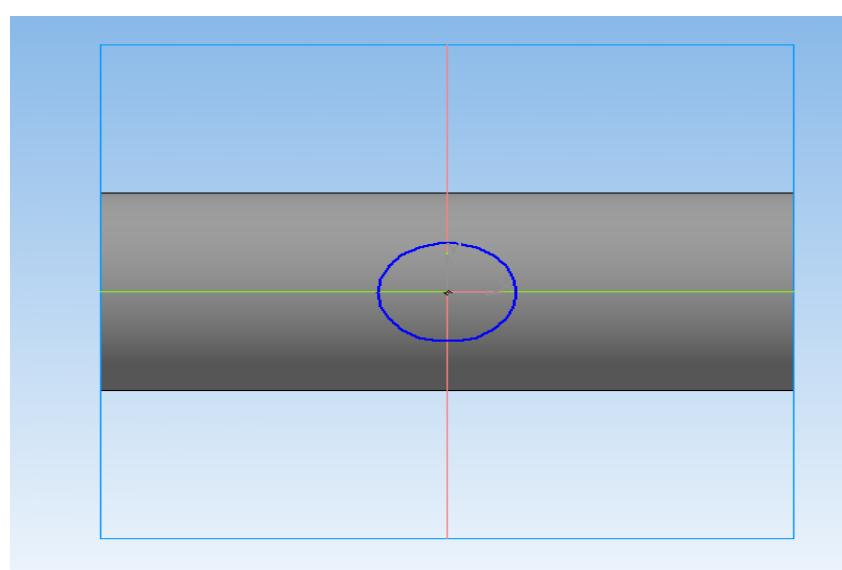

Рис. 17
15. Выбираете инструмент «**Окружность**», изменяете стиль линий на «**основная**». Центром окружности будет служить начало координат – точка (0;0). Далее стройте окружность (**рис. 17**).